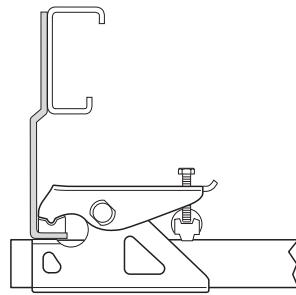
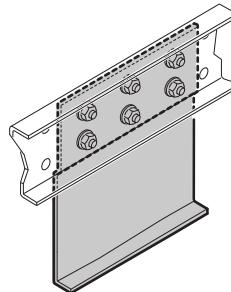

Fig. 8
Fig. 9
- Monteringsplader til højdeudligning for standard-chassis med L- eller U-profil og/eller til omgåelse af stivere med standardfastgørelsessystem (Fig. 8) (Fig. 9).